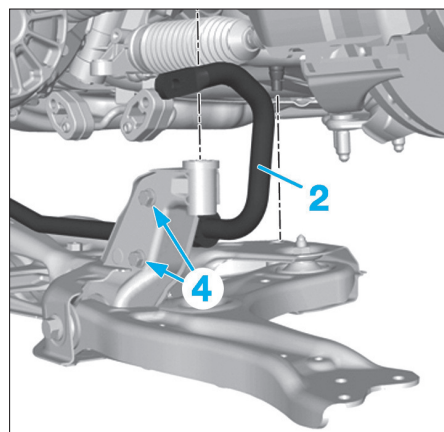

FIG. 22
- Abaisser le berceau jusqu'à ce qu'il soit possible de faire passer la barre stabilisatrice à côté des arbre de transmission (Fig.22).